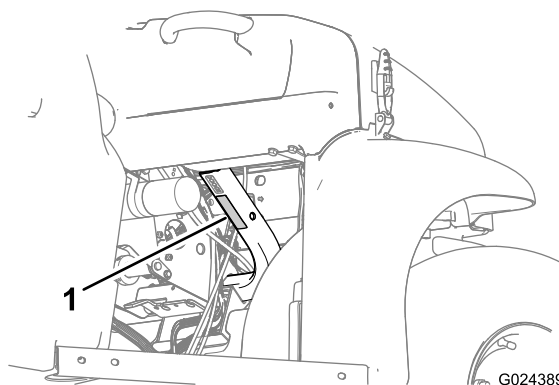

Рисунок 20
- Соблюдайте грузоподъемность машины и ограничивайте вес перевозимого в кузове груза, как описано в разделе Технические характеристики (страница 16) и на табличке полной массы машины (Рисунок 20).